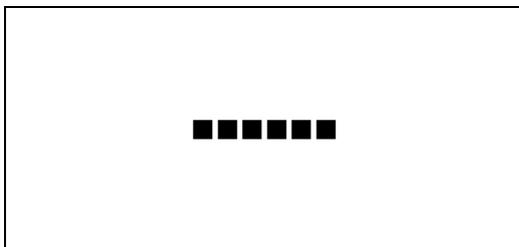

図4-26 オンスクリーンメニュー(POSITION V例)
- 1) CHARACTERメニューで「POSITION V[PO V]」(※)を選択し、**ENTER** ボタンを押すと図4-26のような設定メニューが表示されます。